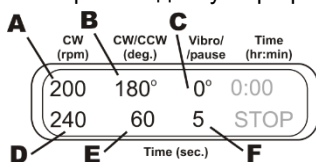

Рисунок 7.
6.9.3 **Вращение + Возвратно-поступательное движение + Пауза.** Установите скорость (40-1000 об/мин, рис. 7/A) и время (1-250 с, рис. 7/D) вращательного движения. Установите угол поворота (30-360°, рис. 7/B) и время (1-250 с, рис. 7/E) возвратно-поступательного движения. Вращение и возвратно-поступательное движение идут на одной скорости. Для вибродвижения, установите угол поворота на ноль (рис. 7/C) и время (1-5 с, рис. 7/F), это продолжительность паузы. График на рисунке 8 отображает данную программу.